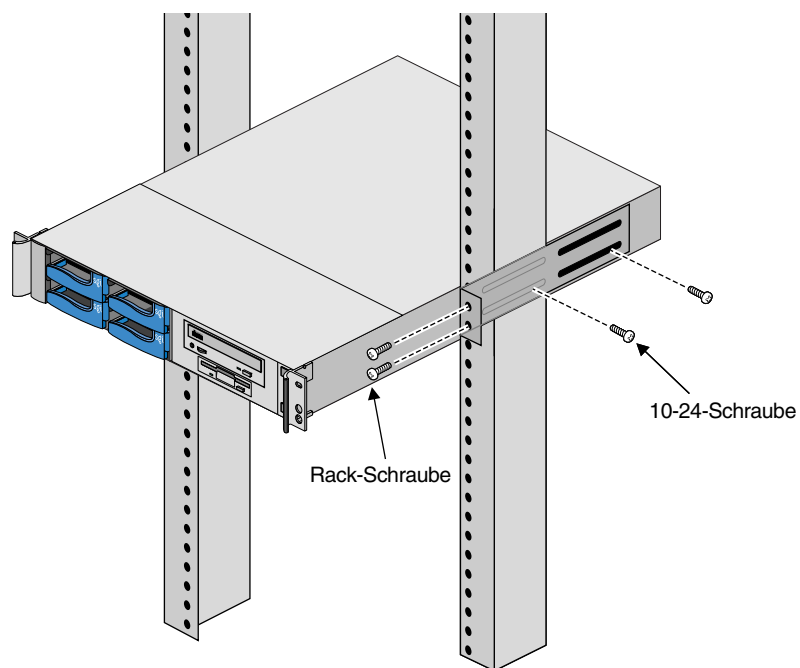

Abbildung 3-2 Installieren des Gehäuses in ein Rack mit Befestigung in Mittelposition
4. Während eine Person von der Vorderseite des Racks aus das System auf die Klammern schiebt und es in der richtigen Position hält, richtet die andere Person die oberen beiden vorderen Gewindelöcher aus. Kippen Sie das System leicht nach oben, und installieren Sie lose die oberen beiden vorderen Gehäuse-Schrauben, damit das Gewicht des Servers aufgefangen wird. Siehe Abbildung 3-2.